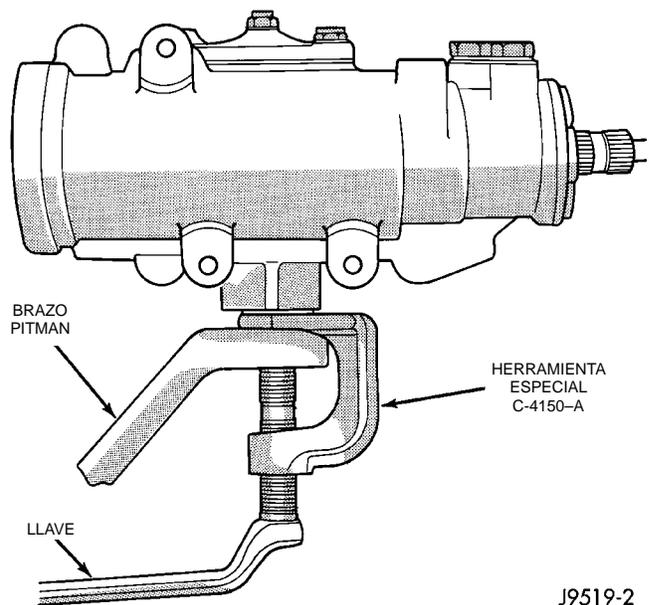

Fig. 5 Desmontaje del brazo pitman
- (1) Retire el pasador de aleta y la tuerca de la barra de dirección en el brazo pitman.
- (2) Retire el perno de rótula de la barra de dirección del brazo pitman con un extractor.
- (3) Retire la tuerca y la arandela del eje del mecanismo de dirección. Marque el eje pitman y el brazo pitman como referencia para su instalación. Retire el brazo pitman del mecanismo de dirección con el Extractor C-4150A (Fig. 5).